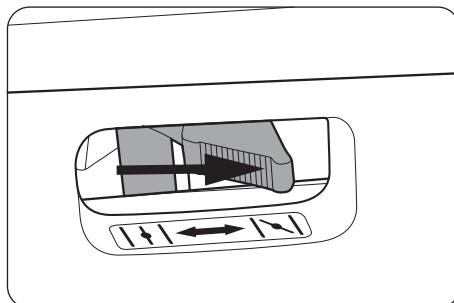

рис. 23
Поверните рычаг воздушной заслонки (3) в положение  . (рис. 23)